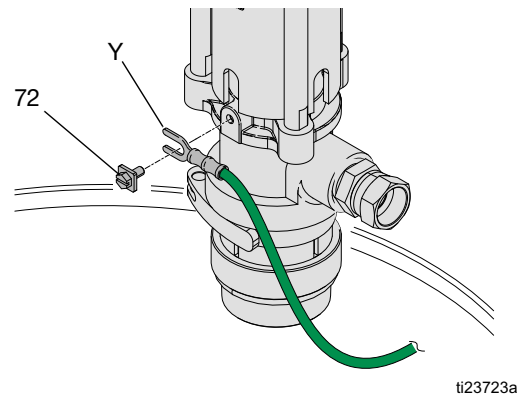

ABB. 9
Pumpe: Erdungskabel (Y) an Erdungsschraube (72) anschließen und Schraube sicher festziehen. Siehe ABB. 9. Das andere Ende des Kabels mit einer guten Erdleitung verbinden. Erfüllung nationaler, regionaler und lokaler Elektrorichtlinien sicherstellen.